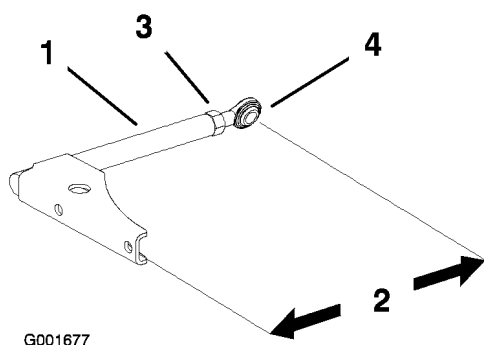

Figure 49
1. Desserrez l'écrou de blocage et tournez la rotule dans le sens anti-horaire, un tour à la fois (Figure 49).
2. Réglez chaque côté de la même façon. La longueur nominale de chaque bras de poussée doit être de 34 cm à torsion de 15 degrés (Figure 49).